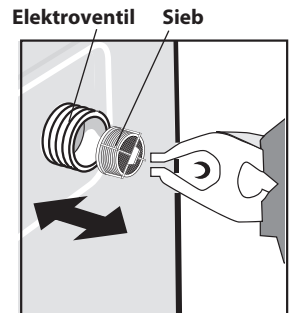

Abbildung 19
- Schrauben Sie den Zulaufschlauch von der Verschraubung am Elektroventil der Maschine ab (Abb. 19);
- Nehmen Sie das Sieb aus der Verschraubung am Elektroventil mithilfe einer Pinzette oder einer Zange heraus (Abb. 19);